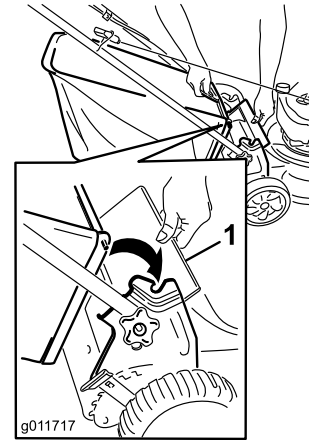

Bild 15
1. Heben Sie das hintere Ablenkblech an (Bild 15).
2. Haken Sie den Fangkorbgriff in die Kerben an den Griffhalterungen ein (Bild 15).